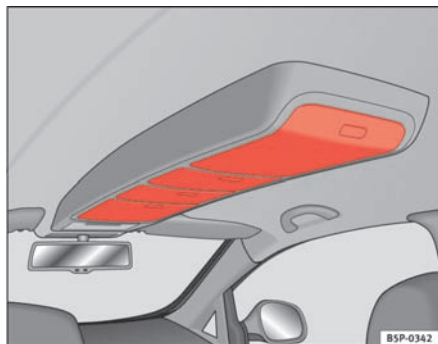

Fig. 106 Opbevaringsrum i tagkonsollen
- Tryk på knappen i afdækningen for at åbne tagkonsollen ⇒ fig. 106. Afdækningen åbner automatisk.